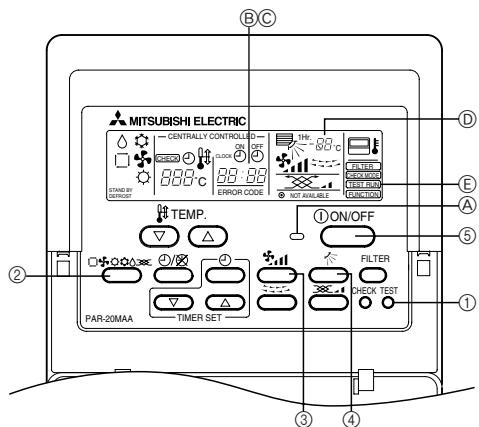

Fig. 6-1
6. Test run (Fig. 6-1)
| 3. Arbeiten an den Kältemittelrohrleitungen | 12 | 6. Testlauf (Fig. 6-1) | 17 |